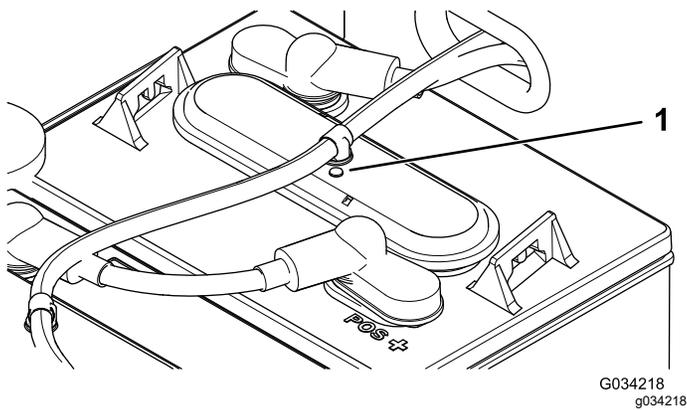

Figura 39
- Verifique os ilhós em cada bateria para ver se são pretos ou brancos (Figura 39).